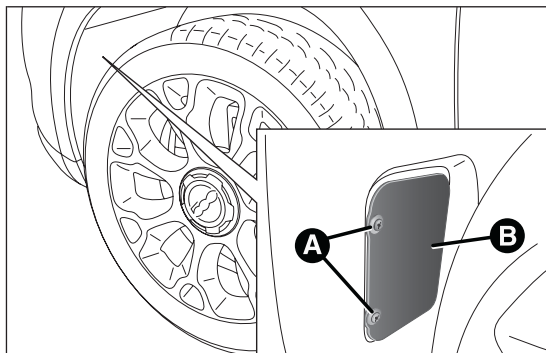

fig. 167
- dévisser les vis A fig. 167 et enlever le volet B ;